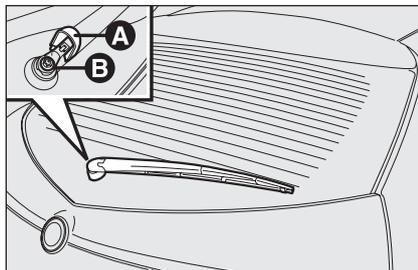

fig. 16
Sostituzione spazzola tergicristallo fig. 16
- sollevare la copertura **A**-fig. 16 e smontare il braccio dalla vettura, svitando il dado **B** che lo fissa al perno di rotazione;